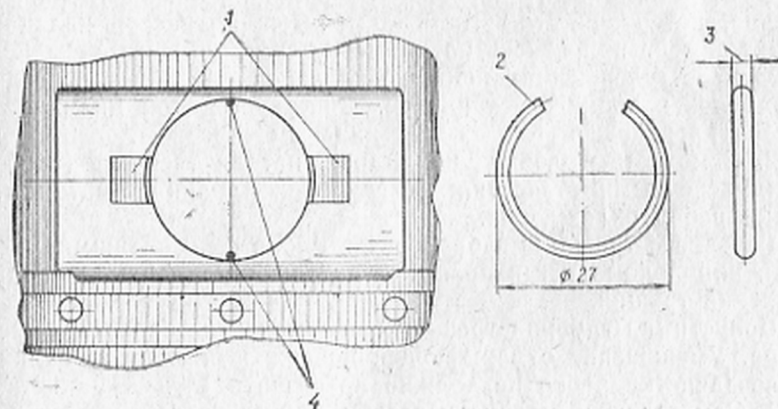

Рис. 39. Демонтаж и монтаж замка поршневого пальца.
24. Поршень снимать сразу же после снятия цилиндра. Снять поршневые кольца и демонтировать поршень с шатуна. Во избежание повреждения поршня разборку замков поршневых пальцев производить отверткой с округленными гранями только с одной стороны, как указано на рис. 39. При снятии замка запрещается прикасаться отверткой в других местах замка, кроме специально предназначенных проточек.
Перед установкой осмотреть замок поршневого пальца, убедившись в отсутствии механических повреждений и отклонения от плоскости (коробления). В свободном состоянии замок должен иметь размер 27 мм (рис. 39). Если замок не отвечает условиям, необходимо его заменить новым. Установку замка (насадку) производить только оправкой № 32-01503-00.